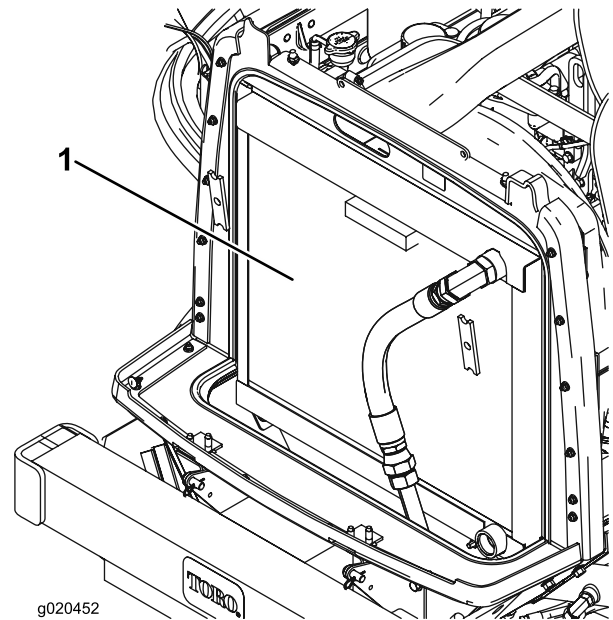

Bild 68
3. Reinigen Sie beide Seiten des Kühlers bzw. Ölkühlers gründlich mit Druckluft (Bild 68).